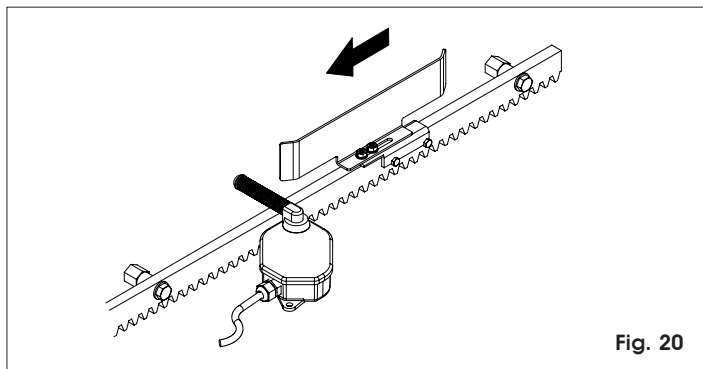

Fig. 20
- 7) Fare scorrere il lamierino sulla cremagliera nel senso di chiusura (Fig.20).